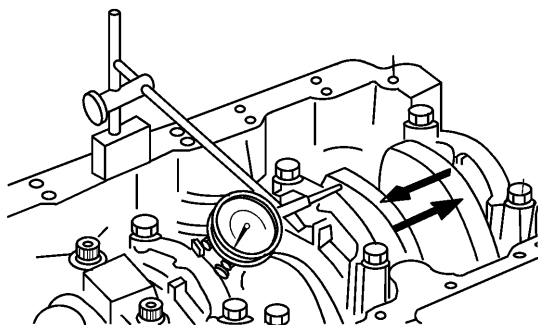

图 5-8 曲轴轴向间隙检测
5) 检查曲轴轴向间隙 (图 5-8), 是否符合技术要求。如不符合规定, 应进行处理。